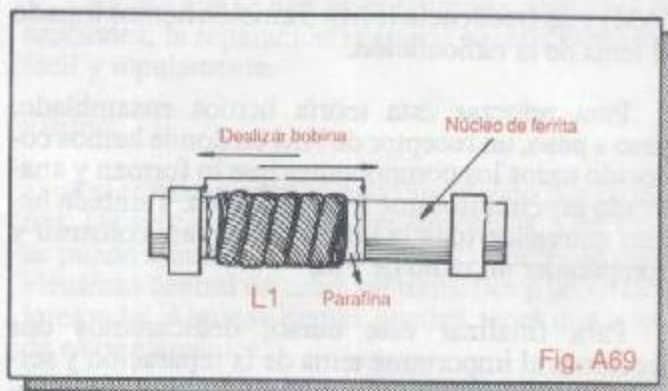

Fig. A69
**Paso 4.** Mientras observa la señal de FI en el osciloscopio, desplace lentamente la bobina L1 a lo largo del núcleo de ferrita (figura A69) hasta obtener la máxima amplitud posible. Preserve el punto de ajuste inmovilizando la bobina L1 al núcleo con pegante epóxico o parafina derretida.